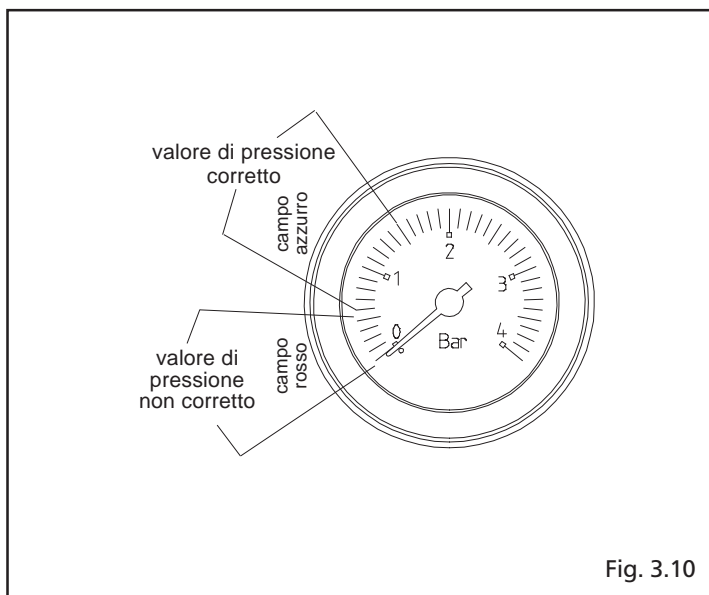

Fig. 3.10
- aprire di due o tre giri il tappo della valvola di sfogo aria automatica (A)
- accertarsi che il rubinetto entrata acqua fredda (B) sia aperto
- aprire il rubinetto di riempimento (C) fino a che la pressione indicata dall'idrometro arrivi a circa 1 bar (fig. 3.10).